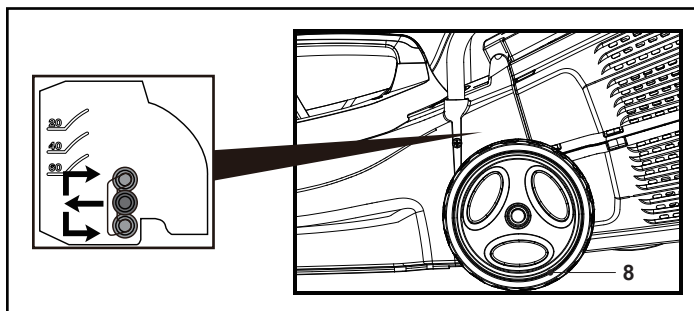

Fig. 9
3. Sélectionner une encoche et insérer l'axe de la roue (8) (Fig. 9).